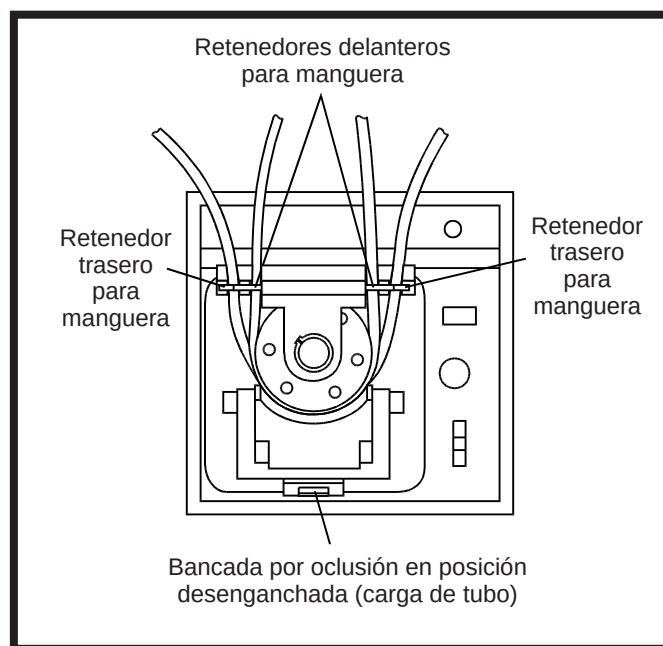

Figura 4. Bancada por oclusión en posición desenganchada para la carga del tubo
2. Apretar el **enganche de bancada por oclusión**, figura 4, para soltar la bancada por oclusión del rotor.